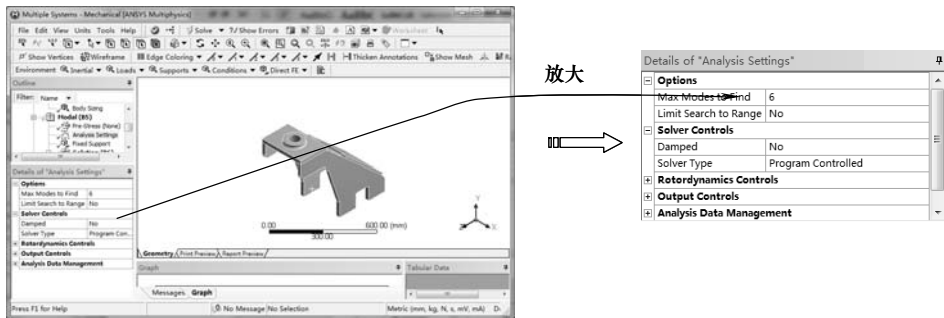

图 6-51 设置模态求解参数
1) 在【Outline (分析树)】中选择【Modal (B5)】节点下的【Analysis Settings】,设置【Detail of “Analysis Settings”】中的【Max Modals to Find】为6,求解前6阶模态,如图6-51所示。